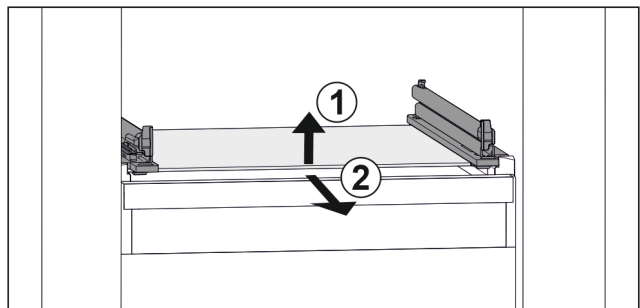

Fig. 38 Rappresentazione esemplificativa del ripiano in vetro
- ▶ Sollevare il ripiano in vetro dal davanti. Fig. 38 (1)
- ▶ Rimuovere il ripiano in vetro tirando in avanti. Fig. 38 (2)